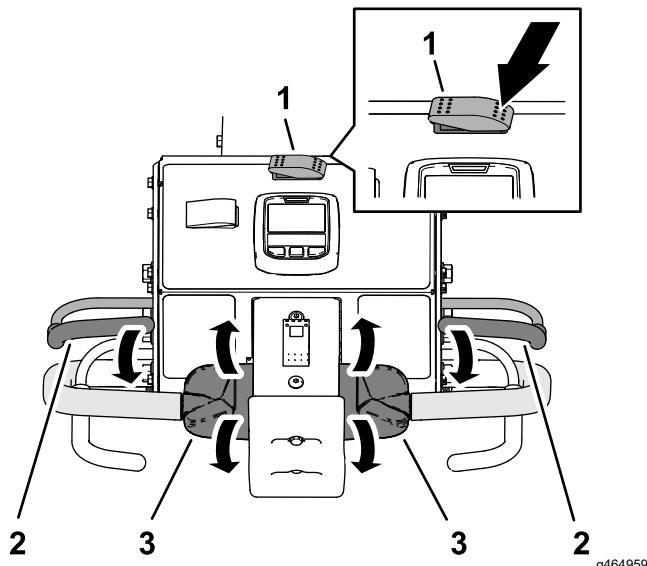

图 83
3. 将行驶/打孔开关的左侧按至行驶位置 图 83。
5. 握住左侧或右侧手把和操作员到位把手图 83 将把手向手柄挤靠。